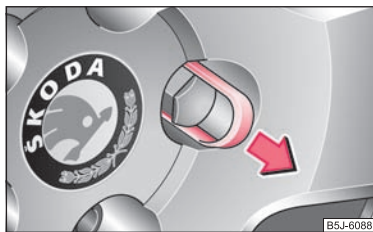

Abb. 153 Radwechsel: Abdeckkappe von der Radschraube abziehen
- Ziehen Sie die Kappe mit der **Kunststoffklammer** ab ⇒ Seite 194, Abb. 153.